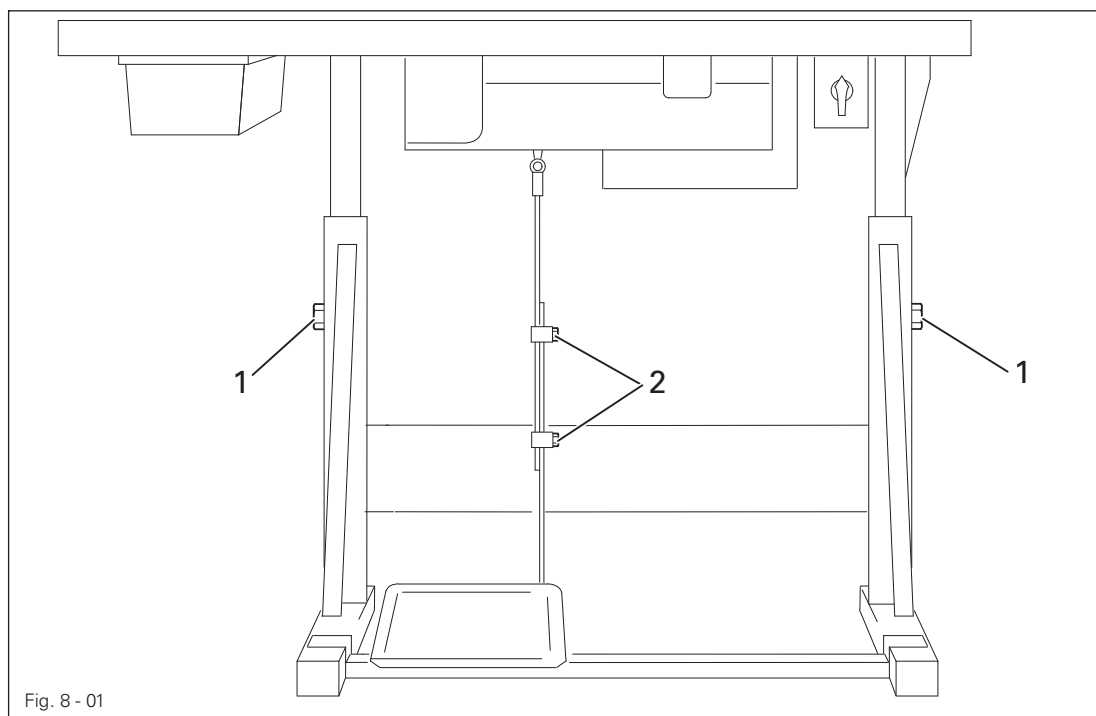

Fig. 8 - 01
- Vor der ersten Inbetriebnahme Schraube 3 (Fig. 8 -11) herausdrehen und Öl bis zur Markierung (Schauglas auf der Vorderseite der Maschine) auffüllen, siehe Kapitel 10.04 **Ölen des Zickzack-Antriebes**.